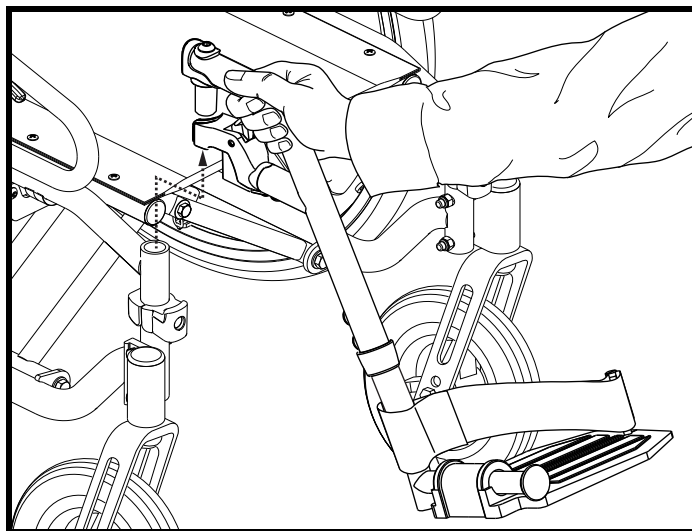

Figure 18. Enlèvement d'un SFR
3. Soulever le repose-pied (SFR) pour le retirer. **Voir la figure 18.**